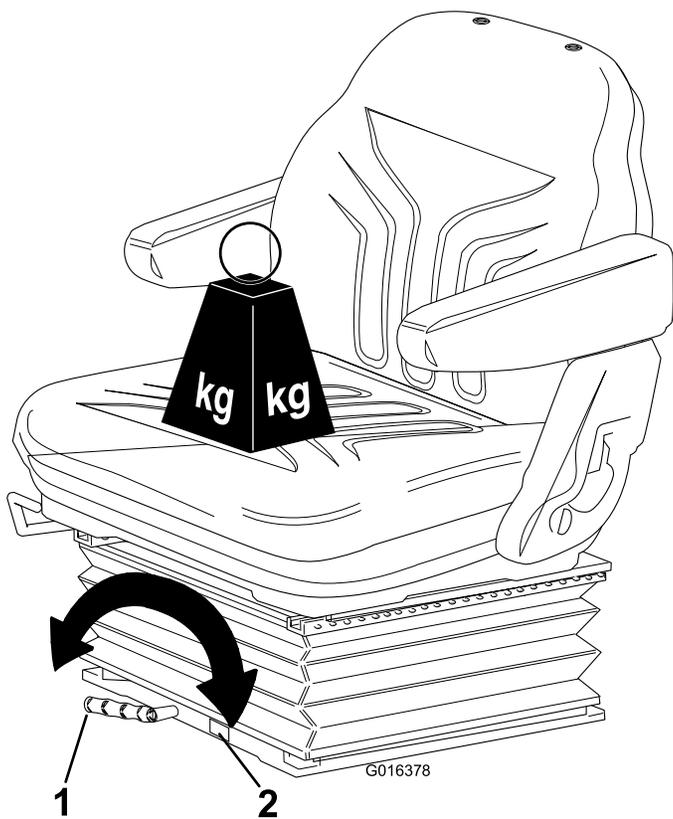

Figura 13
- **Ajuste do peso do operador:** Rode o manípulo no sentido dos ponteiros do relógio para aumentar a rigidez da suspensão e no sentido contrário ao dos ponteiros do relógio para diminuir. O mostrador indica quando é definido o ajuste ótimo da suspensão, de acordo com o peso do operador (kg); consulte Figura 13.